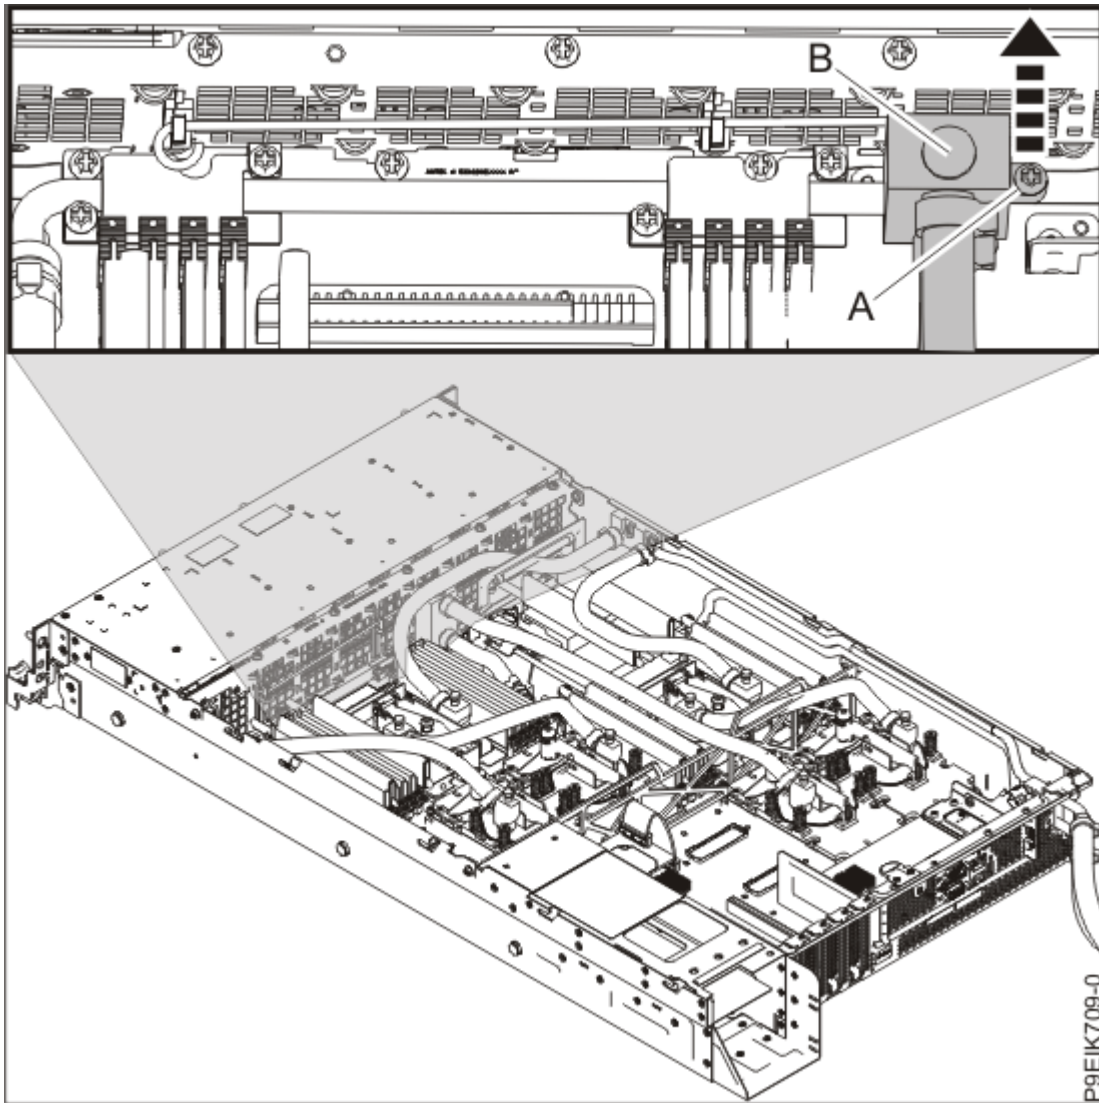

Figura 10. Aflojar el tornillo del conducto frontal
7. Afloje el tornillo **(A)** que fija el enlace de conexiones **(B)** a la parte frontal del sistema, tal como se muestra en la Figura 10 en la página 14.